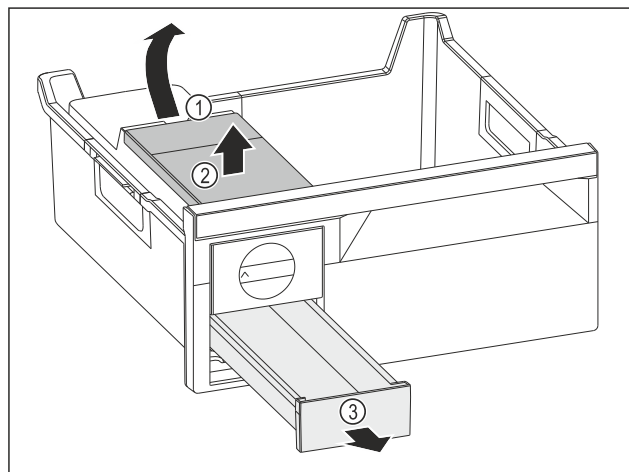

Fig. 211
- ▶ Изваждане на резервоара за вода: Повдигнете резервоара за вода при прореза Fig. 211 (1).
- ▶ Извадете резервоара за вода Fig. 211 (2) нагоре.
- ▶ Извадете чекмеджето за ледени кубчета Fig. 211 (3) напред.